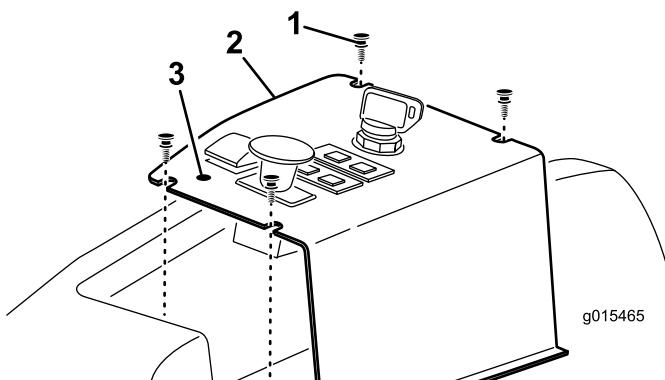

Figura 12
1. Localize e fure cuidadosamente o material autocolante do painel de controlo, na frente do interruptor de elevação, para expor o furo de montagem da alavanca de bloqueio de elevação (Figura 12).
2. Retire os (4) parafusos que fixam o painel de controlo à máquina (Figura 12).